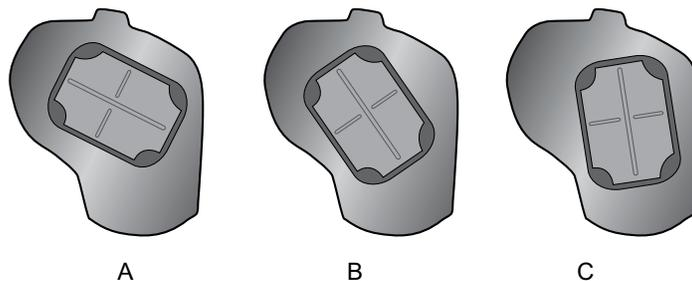

Abbildung 6-15: Beuger-Befestigungsplatten
1. Wählen Sie eine Beuger-Befestigungsplatte aus, mit der die gewünschten Handbewegungen erzielt werden. Siehe Abbildung 6-15.